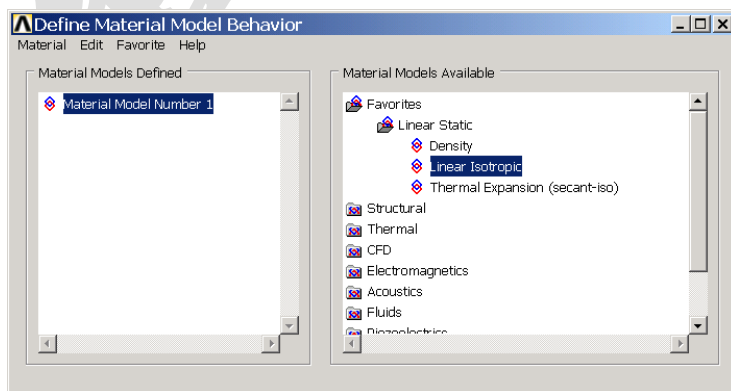
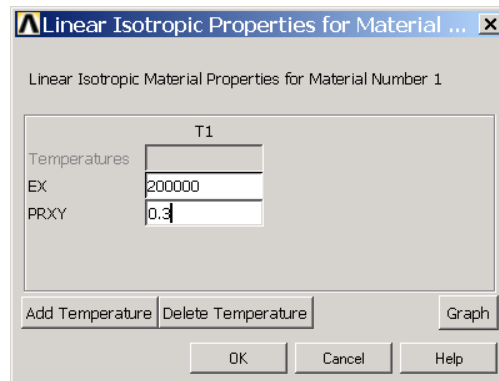

图1.28 【Define Material Model Behavior】对话框
图1.29 【Linear Isotropic Properties for Material...】对话框
(1) 在 ANSYS 程序主界面, 单击 Main Menu>Preprocessor>Material Props>Material Models 菜单, 弹出如图 1.28 所示的【Define Material Model Behavior】对话框。
(2) 选择图 1.28 对话框右侧的 Favorites>Linear static>Linear Isotropic 菜单, 并双击【Isotropic】, 接着弹出如图 1.29 所示的【Linear Isotropic Properties for Material...】对话框。